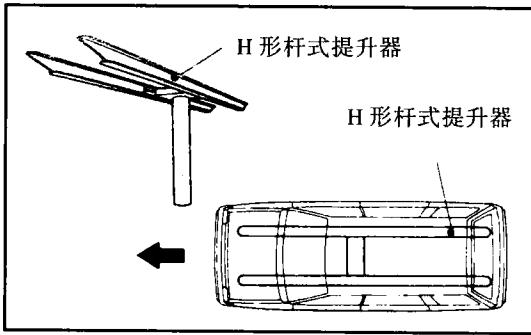

图 0-13
①把汽车放在 H 形杆式提升器上(相同方向), 如图 0-13 所示。